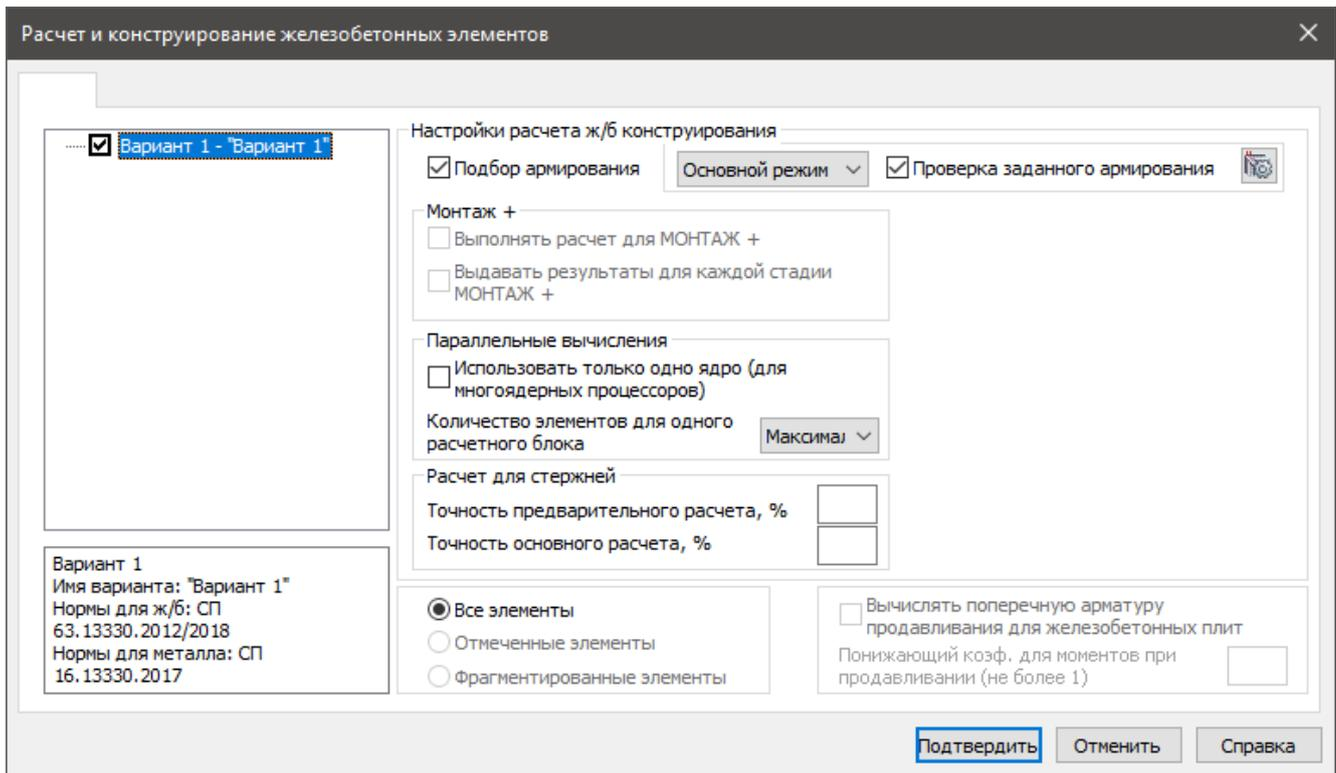

Рис.16.23 Диалоговое окно Расчёт и конструирование железобетонных элементов
- Щелчком по кнопке  – **Расчёт** (панель **Расчёт** на вкладке **Железобетон**) вызовите диалоговое окно **Расчёт и конструирование железобетонных элементов** (рис.16.23);